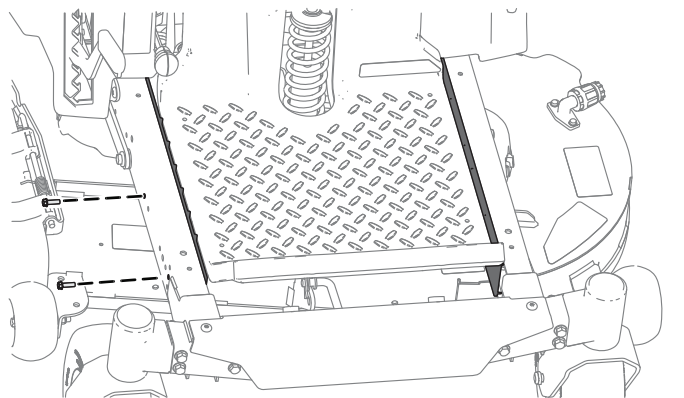

Figura 3
2. Retire los protectores de ambos lados del bastidor (Figura 3).
- Sujete los protectores al bastidor usando los pernos que retiró en 2 Retirada de los protectores \(página 5\), como se muestra en la Figura 3.